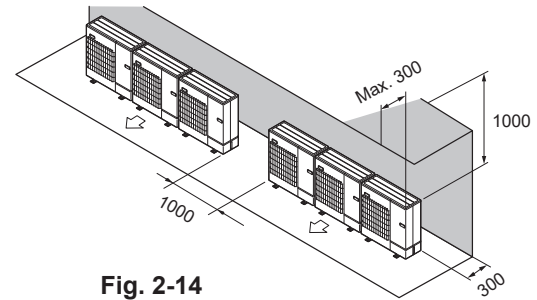

Fig. 2-14
- ② Hindernisse nur auf der Rück- und Oberseite (Fig. 2-14)